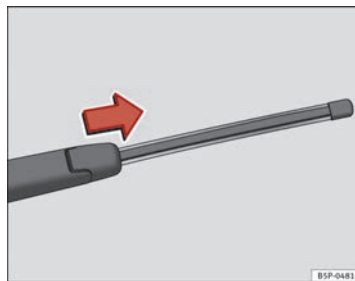

Fig. 131 Retirar a escova do limpa-vidros traseiro
- Afaste o braço do limpa-vidros do vidro traseiro ⇒ Fig. 131.
- Deslizar o adaptador da escova na direcção da seta e retirar a escova ⇒ Fig. 131.